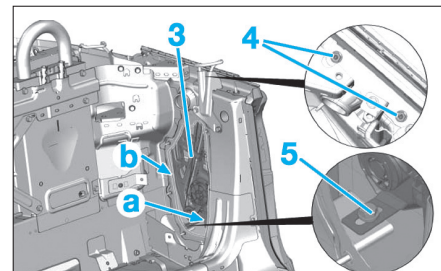

Fig. 80
- Dégager le support haut-parleur (2).
- Débrancher le connecteur du mécanisme de lève-vitre arrière (3) en "a" (Fig.80).
- les écrous (4),
- la vis (5),